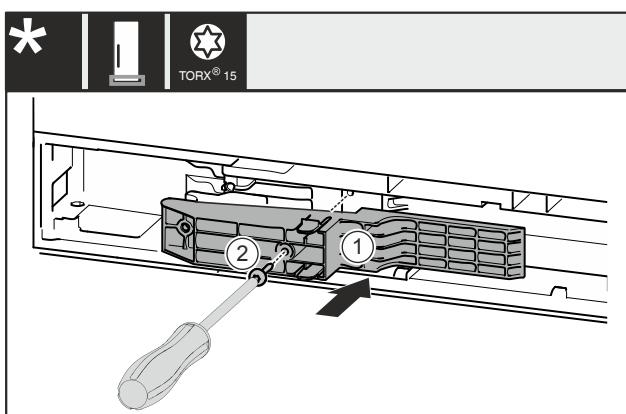

Fig. 51 \*
- Вставте деталь адаптера Fig. 51 (1) в отвір з боку ручки.\*
- За допомогою викрутки закрутіть гвинт Fig. 51 (2).\*